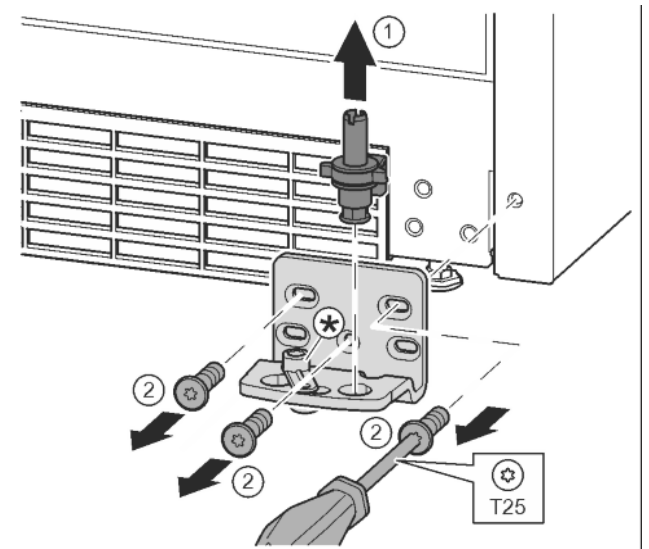

Fig. 15
- ▶ A teljes csapszeget felfelé húzza ki. *Fig. 15 (1)*
- ▶ A T25 csavarhúzóval tekerje ki a csavarokat, és vegye le a csapágybakot. *Fig. 15 (2)*